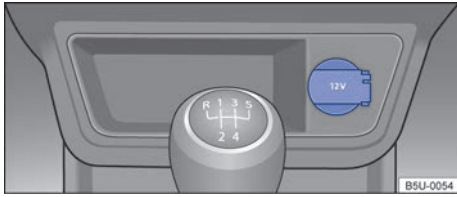

Fig. 107 En la consola central delantera: toma de corriente de 12 V.
- En la consola central delantera ⇒ fig. 107.